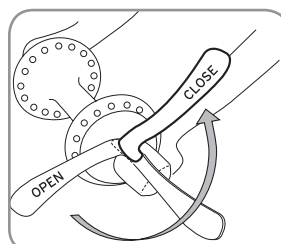

Figura 45. Movimento correcto da alavanca
2. Bloqueie o Clix; com a alavanca na palma da mão, mova a alavanca conforme é mostrado na Figura 45 para a posição CLOSE (Figura 37).